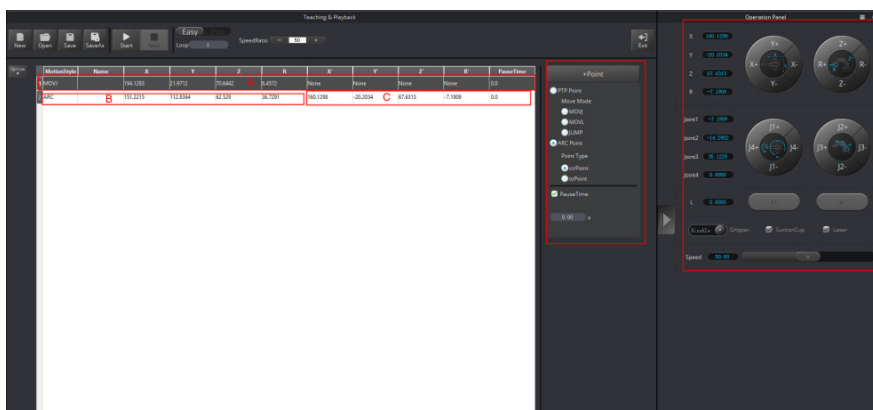

Figura 62: Salve a segunda posição B e a posição final C
- 3.5. Clique em **+Point** para salvar as coordenadas correspondentes às posições B e C, como mostrado na Figura 62.